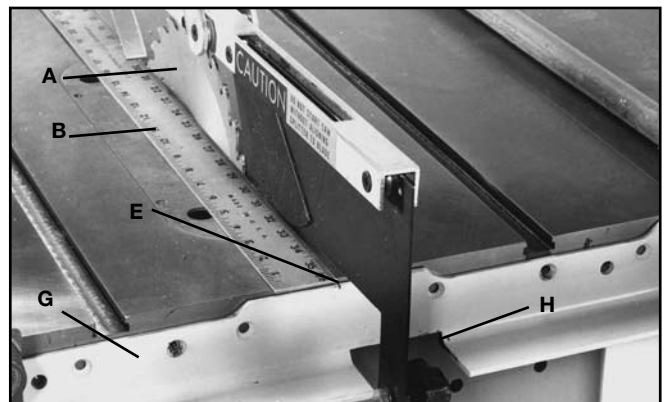

FIG. 17
5. Ajuste el riel trasero (G) Fig. 17 a la parte trasera del banco de la sierra con las abrazaderas de barra y controle con una regla (B) que la muesca (E) del riel esté alineada con la hoja de la sierra (A), como se muestra. Asegúrese de que los dos cortes del riel estén debajo de la parte inferior de las ranuras de inglete del banco de la sierra.
7. Después de ajustar el riel trasero al banco de la sierra, incline la hoja de la sierra para asegurarse de que no haya interferencia entre la guarda de la sierra y el riel trasero. Si hay interferencia, deberá agrandar el corte (H) Fig. 17 del riel trasero.